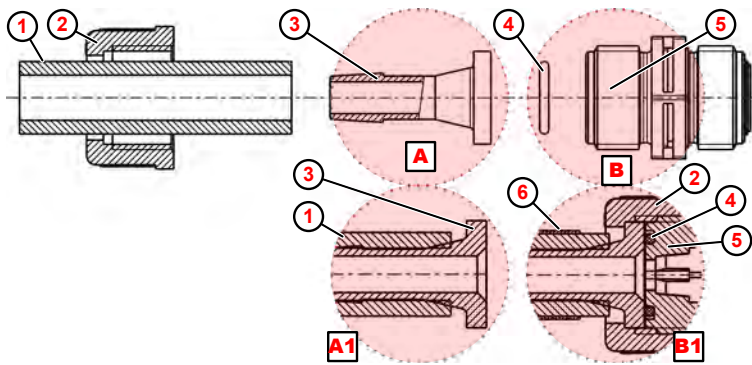

Abb. 6: Rohr- und Schlauchanschluss mit Aufstecknippel und Schlauchschelle
1. ➤ Schlauch (Abb. 6 , ①) gerade abschneiden.
2. ➤ Schlauchschelle ⑥ über Schlauch ① schieben
3. ➤ Überwurfmutter ② über Schlauch ① schieben.
4. ➤ Schlauch ① bis zum Anschlagbund auf Aufstecknippel ③ schieben (Detail Ⓐ1).
5. ➤ O-Ring ④ in Nut von Saug- bzw. Druckventil ⑤ legen.
6. ➤ Überwurfmutter ② festziehen.
7. ➤ Schlauchschelle ⑥ nach unten schieben und festziehen (Detail Ⓑ1).